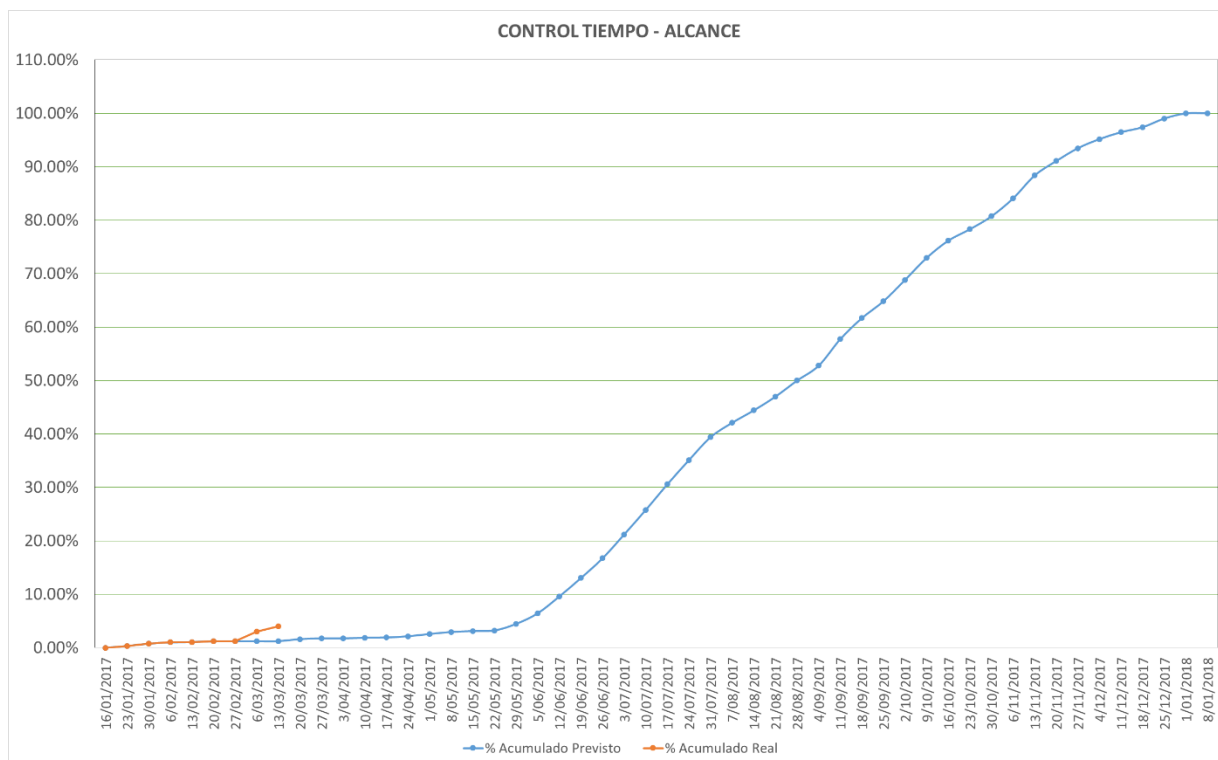

Figura 6 / Curva S Tiempo-Alcance / Fuente: Autores / Herramienta: MS Excel ®
- ✓ Semanalmente, mediante el monitoreo del avance estimado vrs. el avance real, apoyandose en la Curva S Tiempo-Alcance (figura 6) mediante la Herramienta MS Project 2015 y MS Excel 2015.